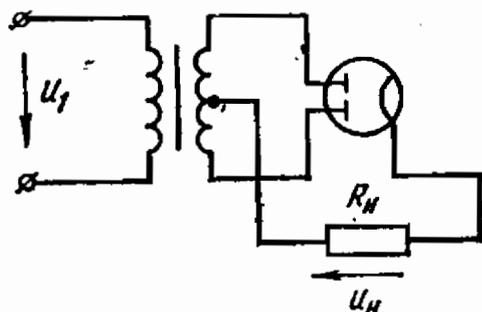

Рис. 13.2
13.2. Двухполупериодный выпрямитель, собранный на кенотроне 5Ц3С, работает на нагрузочный резистор, включенный между средней точкой вторичной обмотки трансформатора и катодом кенотрона (рис. 13.2). Найти наибольшие значения тока I_H , напряжения U_H и мощности P_H нагрузочного резистора, если для кенотрона 5Ц3С $I_{a, \text{max}} = 750 \text{ мА}$ и $U_{\text{обр max}} = 1700 \text{ В}$. Сопротивление вентиля в пря-